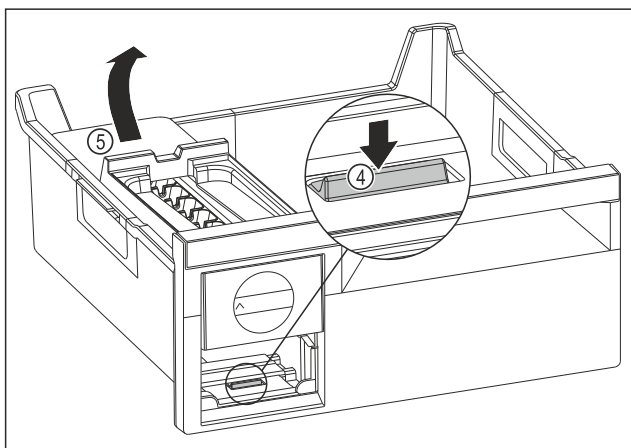

Fig. 131
- ▶ Odstranjevanje glavnega dela EasyTwist-Ice: Spono Fig. 131 (4) s prstom potisnite navzdol in hkrati z drugo roko glavni del EasyTwist-Ice Fig. 131 (5) od zadaj dvignite.